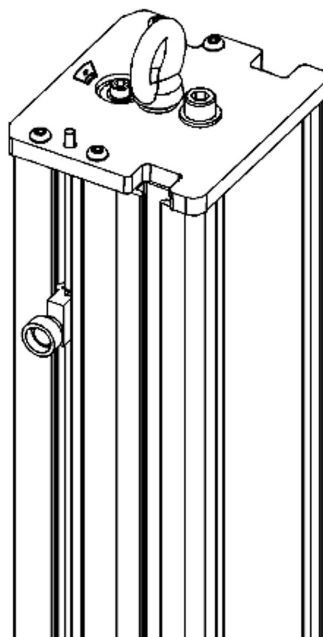

Figura 10. Perno de anilla para elevar el bastidor
7. Inserte el gancho de la grúa en el perno de anilla sobre la columna del bastidor Figura 10 en la página 58.
Para algunos sistemas, el perno de anilla se extrae antes del envío. Si el perno de anilla no está en la máquina, estará empaquetado en un sobre dentro de una de las cajas no selladas, normalmente la caja que contiene la documentación del sistema. Atornille el perno de anilla en la parte superior de la columna del bastidor como se muestra en la Figura 10 en la página 58.